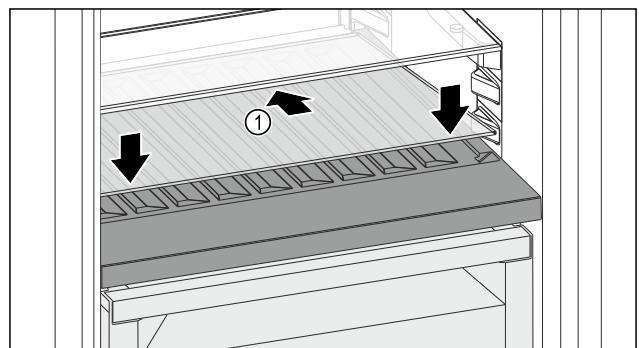

Fig. 142
- Glasplatte Fig. 142 (1) schräg und nach hinten unten geneigt ansetzen.
- Glasplatte Fig. 142 (1) vorne absenken.